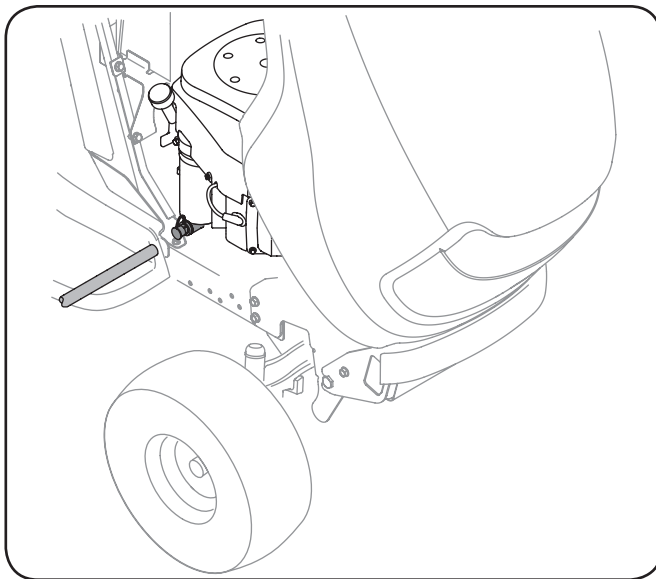

Figura 6-1
3. Abra el tapón protector en el extremo de la válvula de drenaje de aceite para dejar expuesto el orificio de drenaje. Vea la Figura 6-1.